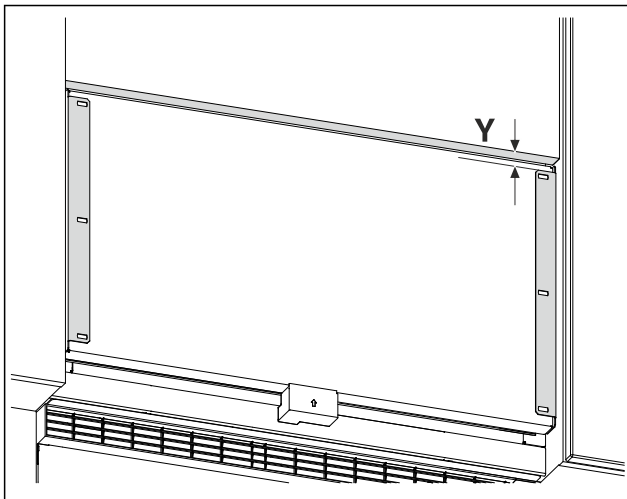

Fig. 23 Eksempelfremstilling
- Mål avstanden Fig. 23 (Y) fra underkanten til møbeldøren til holdevinkelen.